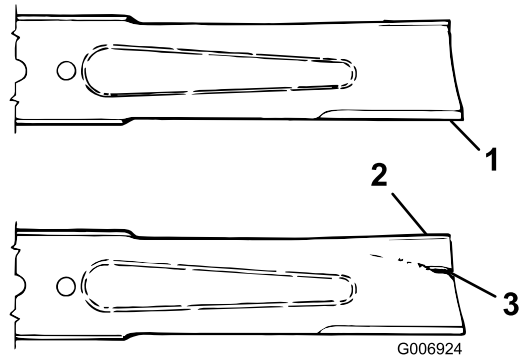

Bild 72
2. Prüfen Sie die Schnittkanten des Messers sorgfältig, insbesondere dort, wo die geraden Flächen die gebogenen berühren (Bild 72). Da Sand und anderes reibendes Material das Metall abschleifen kann, das die flachen mit den gebogenen Teilen verbindet, müssen Sie das Messer vor jedem Einsatz der Maschine prüfen. Tauschen Sie das Messer aus, wenn Sie eine Abnutzung feststellen (Bild 72); siehe „Entfernen des Schnittmessers“.
Wenn sich das Messer abwetzen kann, bildet sich ein Schlitz zwischen dem Windflügel und dem flachen Teil des Messers (Bild 72). Zuletzt kann sich ein Stück des Messers lösen und aus dem Gehäuse herausgeschleudert werden. Das kann zu schweren Verletzungen bei Ihnen selbst und Unbeteiligten führen.